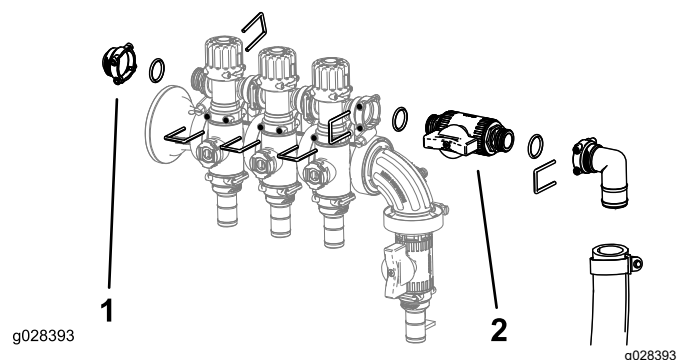

Figura 12
7. Instale o conjunto do grupo de válvulas de distribuição da rampa, tampa fêmea, anéis de retenção, válvula de bloqueio e conjunto de união e tubo utilizando os retentores previamente removidos como se mostra na Figura 12.